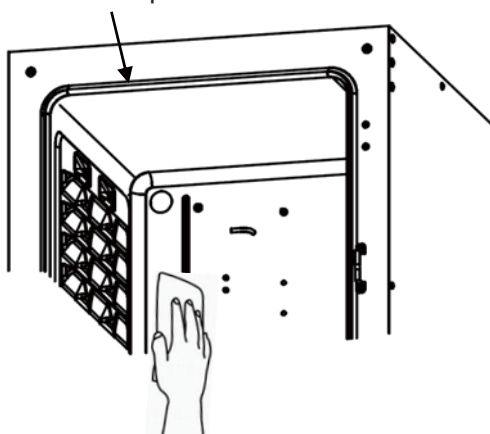

Fig. 1
2. Limpie los accesorios internos, las paredes internas de la cámara y las juntas de la puerta interior con un paño o esponja empapada en detergente neutral diluido en un 5 % o menos (Fig. 1). (Un detergente no diluido podría dañar los componentes plásticos. Para diluirlo, vea las instrucciones del detergente).